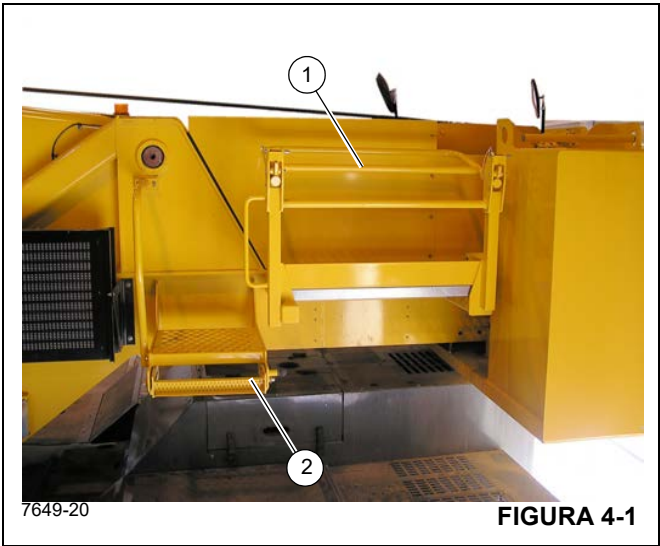
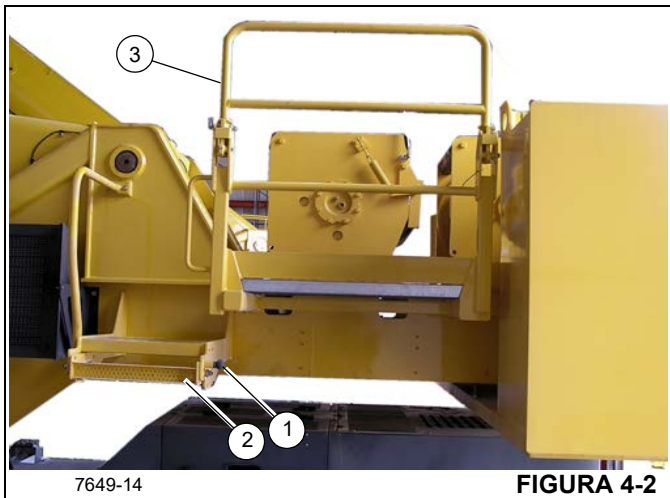

FIGURA 4-1
FIGURA 4-2
Cambie la zona de acceso al malacate de la configuración de transporte (Figura 4-1) a la posición de trabajo (Figura 4-2).
1. La barandilla (1) (Figura 4-1) está trabada con el pasador y en la posición hacia abajo.
2. Extraiga el pasador de bloqueo del peldaño (2), deslice el peldaño a la posición de transporte y libere el pasador de bloqueo.
Coloque el pasamanos de la plataforma de acceso al malacate (1) (Figura 4-2) y el peldaño (2) (máquinas con contrapeso fijo solamente) en la posición de trabajo:
1. Tire del pasador de bloqueo del peldaño (1) (Figura 4-2) hacia afuera, deslice el peldaño (2) hacia afuera a la posición de trabajo y suelte el pasador de bloqueo en el agujero para el pasador de bloqueo.
2. Retire los dos pasadores de bloqueo del pasamanos (3), gírelo hacia arriba a la posición de trabajo y vuelva a instalar los pasadores.
7. Vuelva a colocar la plataforma de acceso al malacate en la configuración de transporte (Figura 4-1) cuando termine de trabajar en esta área.